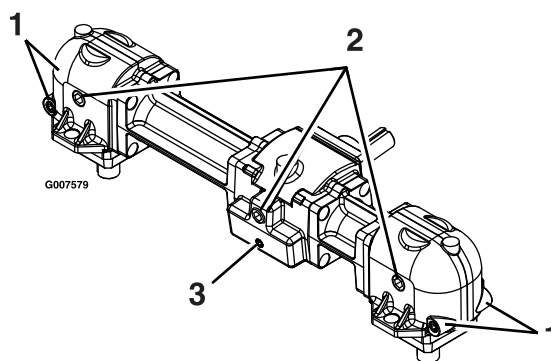

Figura 35
4. Rimuovete il grosso tappo di spurgo dell'olio nella parte anteriore di ciascuna delle tre sezioni della scatola degli ingranaggi e spurgate l'olio (Figura 35).